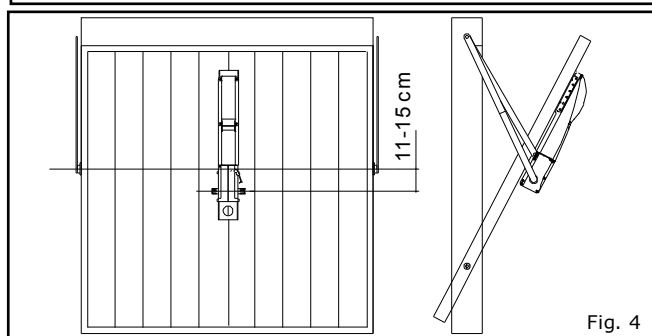

Fig. 4
- Fissare il motoriduttore al longherone serrando le quattro viti M8x20 fornite in dotazione, in modo che l'albero di uscita si trovi 10 -15 cm più in basso rispetto al perno di leva della porta (Fig. 4).